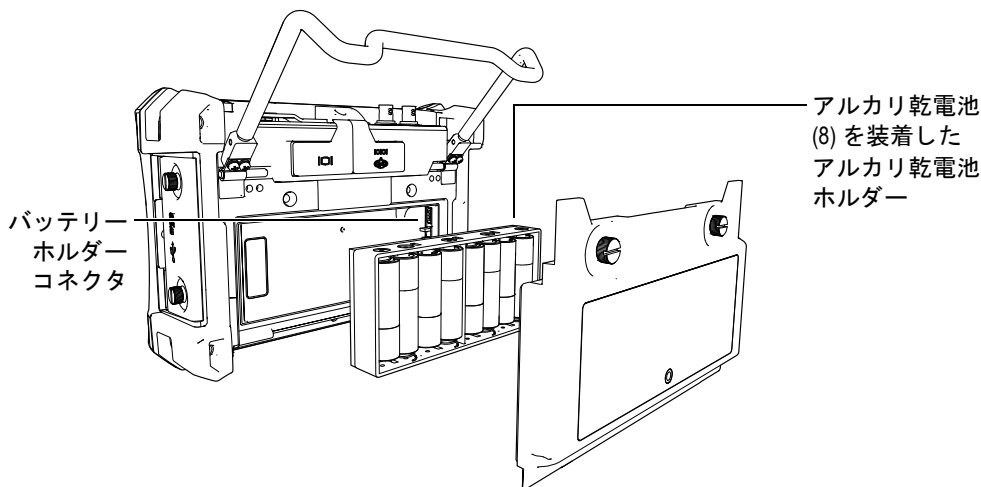

図 1-11 アルカリ乾電池ホルダー
6. アルカリ乾電池ホルダーをバッテリー収納部内に置きます (30 ページ図 1-11 参照)。